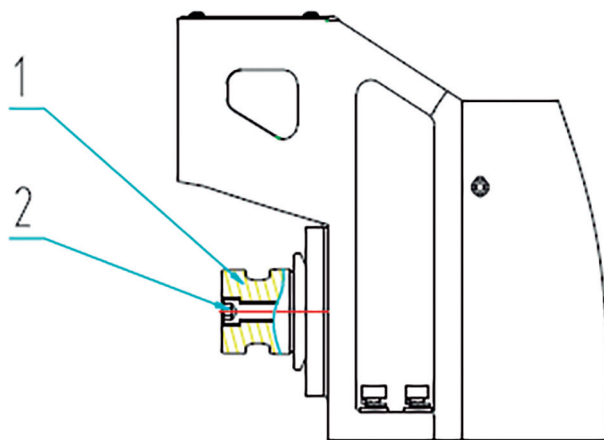

Figura 3
1. Tendo em vista a **Figura 3**, remova o parafuso (2) e puxe a matriz inferior (1);